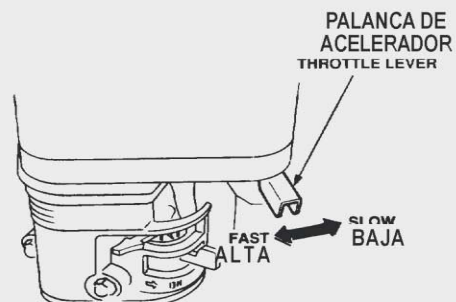

Figura 8. Palanca de acelerador
5. Posicione la palanca del acelerador (Figura 8) a la mitad de la carrera entre alta (fast) y baja (slow) velocidad para arrancar el motor. Todos los cortes de concreto se hacen a velocidad alta, el gobernador esta calibrado para obtener la velocidad de corte ideal u óptima.